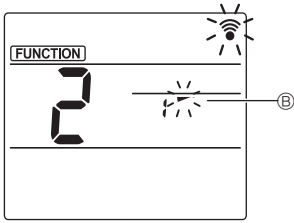

Fig. 3-3
- Kanatçık açısını ayarlama (Fig. 3-3)